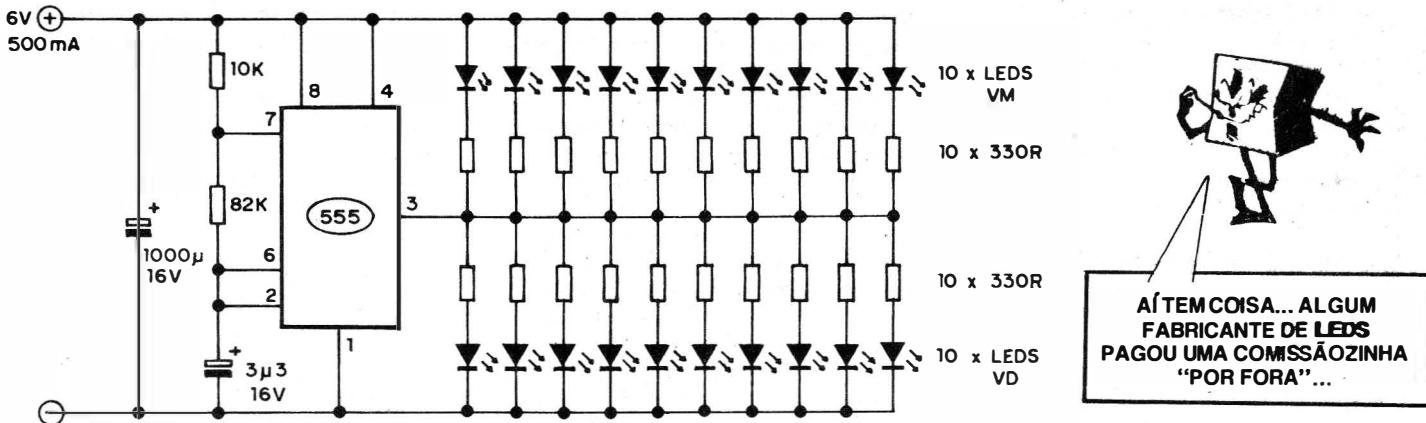

Fig.5
**- FIG. 5 - MULTI-PISCA (3 Hz) COM 20 LEDS** - São muitas as aplicações circuitais onde queremos acionar uma "porrada" de LEDs, simultaneamente, quase sempre em manifestação tipo "pisca-pisca", compondo **displays**, quadros de aviso, "chamamentos" publicitários, "decoração" para jogos, animação de brinquedos ou maquetes, etc. Os requisitos - nesses casos - são **sempre** os mesmos: piscar "trocentos" LEDs a partir de um circuito bem simples e barato, e que não "puxe" muita Corrente, de modo a poder ser alimentado por fonte também pequena, de baixo custo... É quase como "tirar água de pedra" (obter muito de quase nada) mas, ainda assim, POSSÍVEL, a partir do uso do fantástico 555! Aproveitando a razoável capacidade de Corrente na sua saída (até **alta** para um Integrado DIL de 8 pinos...) e estabelecendo um arranjo inteligente, otimizado, para os LEDs controlados, podemos por a piscar nada menos que 20 LEDs (acendendo e apagando 10 a 10...), sob excelente brilho, tudo alimentado por uma fonte tipo "conversor" ou "eliminador de pilhas" (nunca conseguimos "engolir" esse nome, "ELIMINADOR DE PILHAS", já que tal função - na verdade - pode ser exercida por um mero pedaço de fio de cobre nº 10, interligando o **positivo** e o **negativo** das tais pilhas...). Elas serão "eliminadas" num instantinho...), capaz de oferecer 6V sob 500mA (com boa margem, já que o circuito "gastaria" bem menos Corrente do que tal limite...). Em essência, o arranjo nada mais é do que um ASTAVEL "padrão" centrado no 555, com a Frequência de oscilação determinada pelos resistores de 10K e 82K mais o capacitor de 3u3. Notem o capacitor de 1000u (recomendável, mas não absolutamente necessário...) desacoplando a alimentação... O "segredo" de acionar tantos LEDs sem "estourar" os limites e parâmetros do Integrado, encontra-se na forma como os 20 LEDs (e seus resistores de limitação) estão interligados: são 10 LEDs entre o pino 3 do 555 e a linha do **positivo** da alimentação e 10 entre o dito pino 3 e a linha do **negativo**, todos os 20 "seriam"
dos" com resistores individuais de 330R... Antes de mais nada, vamos a uma breve verificação da Corrente à "Aula" nº 5 para determinar que tal Corrente situa-se em torno de 12 mA... Sempre que - no decorrer do funcionamento do ASTÁ VEL, o pino 3 do 555 encontrar-se "baixo", acenderão os 10 LEDs "de cima", totalizando cerca de 120mA de Corrente, valor perfeitamente compatível com os 200mA máximos que o 555 consegue manejá... Os 10 LEDs "de baixo", nessa condição, não acendem, já que seus **anodos** e **catodos** estarão todos sob o Potencial da linha **negativa** da alimentação (é como Você ligar os dois "polos" de uma lâmpada a um único "furo" da tomada de C.A., af na parede do seu quarto... **Nada** acontece...). Na sequência do funcionamento do ASTÁ VEL, quando o estado presente no pino 3 se tornar "alto", será a vez de acenderem os 10 LEDs "de baixo" (os 10 "de cima" ficarão apagadinhos, por razões idênticas às já explicadas...). A demanda de Corrente, nessa segunda fase da alternância, será também de aproximadamente 120 mA, perfeitamente "aguentável" pelo 555... Dessa forma, enquanto a alimentação de 6V estiver aplicada, os conjuntos de 10 LEDs se alternarão no acendimento/apagamento, a um ritmo de 3 Hz (cada bloco fica aceso por cerca de 1/3 de segundo, "trocando de função" com o outro bloco no próximo terço de segundo, e assim por diante...). Se os 20 LEDs forem distribuídos num painel, "leiautado" com bom gosto e criatividade, "mil e uma" figuras, imagens, ou funções puramente visuais poderão ser implementadas, sempre lembrando que, "na vida real", não é forçoso que os LEDs fiquem "arrumadinhos" em duas linhas, conforme mostra o diagrama puramente esquemático da fig. 5! Tem, obviamente, "um monte" de disposições e arranjos